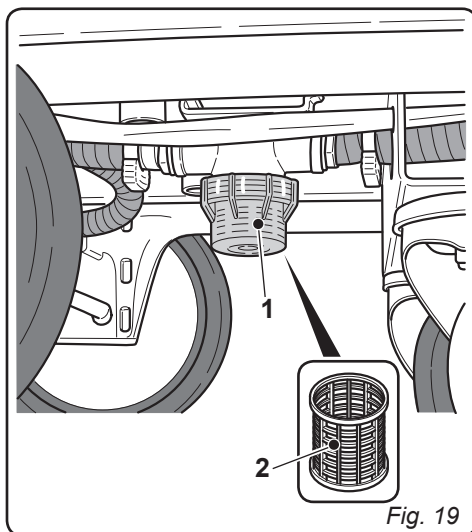

Fig. 19
**10.1.d - Limpieza del filtro de agua limpia (Fig. 19)**
- Aflojar la tapa transparente (1) del filtro y quitar el filtro (2).
- Limpiar el filtro (2) con agua corriente.